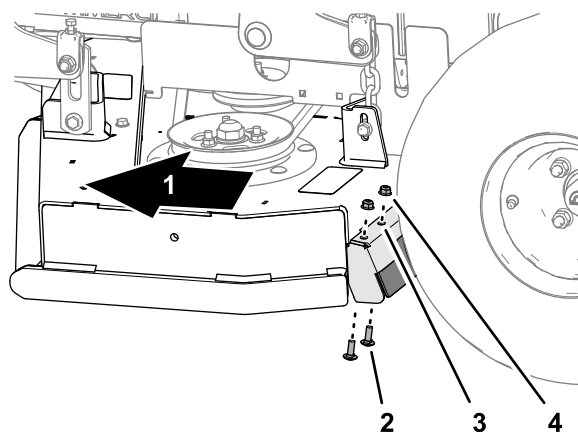

Figura 15
1. Rimuovete i 2 bulloni a testa tonda esterni (5/16" x 7/8") e i 2 dadi di bloccaggio flangiati esterni (5/16") che fissano la staffa del deflettore al piatto di taglio (Figura 15).